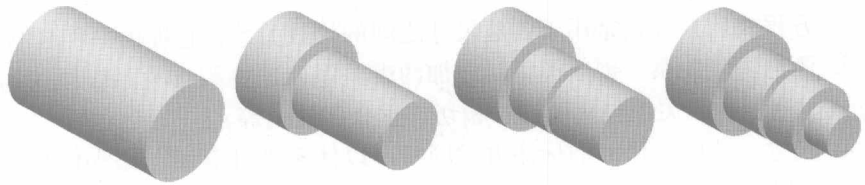

图 1-8 制造法
3. **制造法** 制造法是通过模拟零件加工时的方法来建模的,如图 1-8 所示。例如,当阶梯轴在车床上旋转,在设计上可以考虑从一个棒料开始建模,并通过一系列的切割来去除不需要的材料。